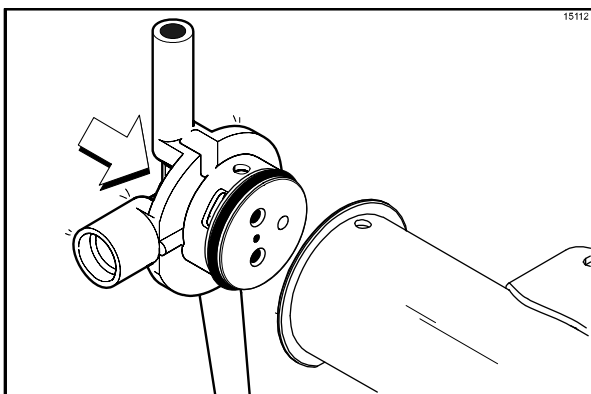

Рисунок 149
8. Вставьте узел впускного отверстия смеси в цилиндр насоса. (См. рис. 149)